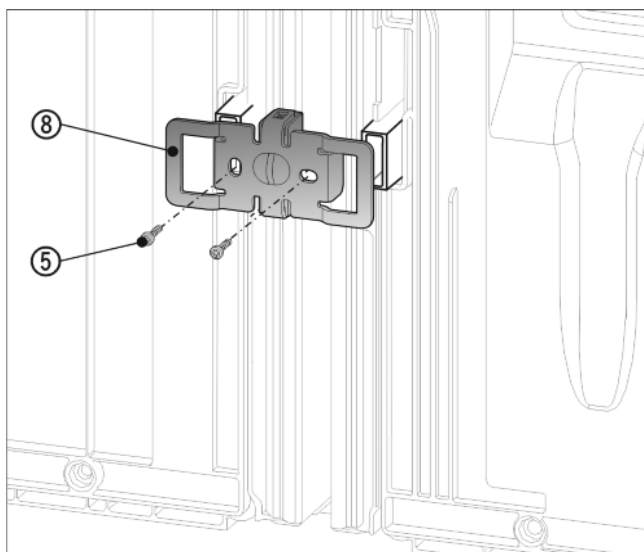

Fig. 12
- ▶ Împingeți din nou vinclul Fig. 12 (8) cu degajările peste locașul pentru distanțierul de perete.
- ▶ Strângeți ferm cu 2 șuruburi Fig. 12 (5).